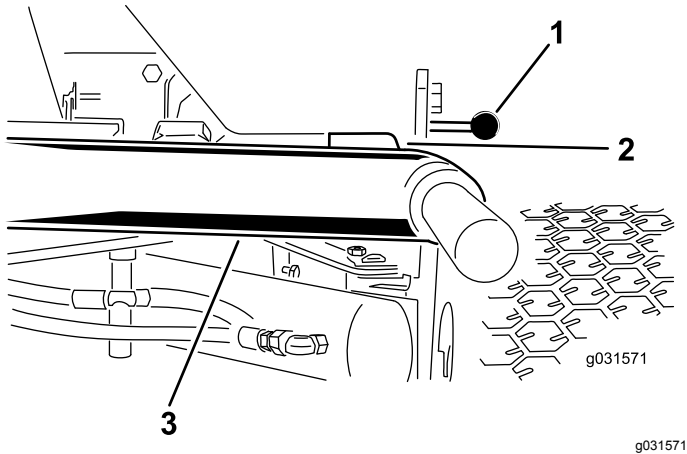

Figure 6
1. Démarrez le moteur, levez les tabliers de coupe et vérifiez qu'un espace de 5 à 8 mm (0,18 à 0,32 po) sépare chaque bras de levage du support du panneau de plancher, comme montré à la Figure 6.